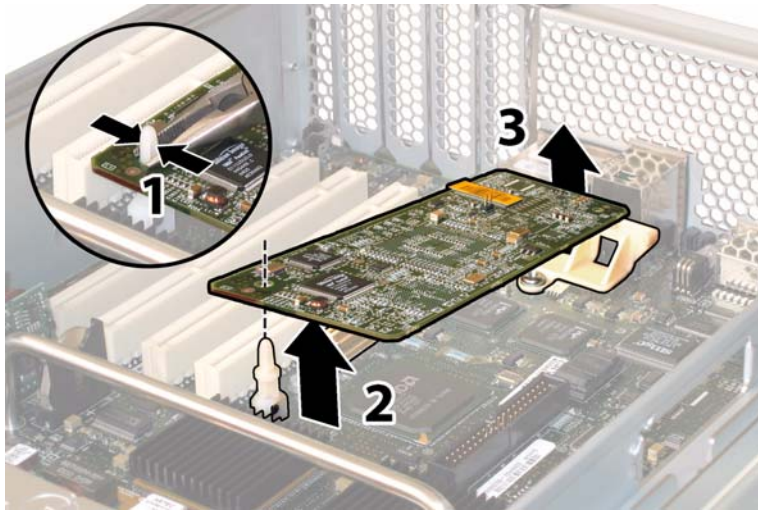

図 4-42 GRASP 基板の取り外し
- b. GRASP 基板から突き出ているプラスチック製のスタンドオフをつかみ、スタンドオフのロックタブを押します。図 4-42 を参照してください。